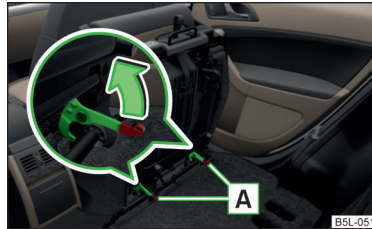

Fig. 53
- > Blocați scaunul la capătul ghidajului prin apăsarea elementelor de blocare **A** în sensul săgeții » fig. 53.
- Dacă scaunul este demontat, acesta trebuie așezat mai întâi în ghidaje și apoi blocat [A] » fig. 53 la pagina 72 cu elementele de blocare scaun. Trăgând în sus de scaun, asigurați-vă că acesta este blocat corespunzător.